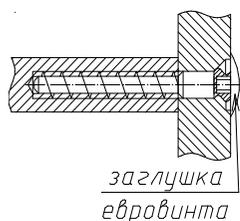
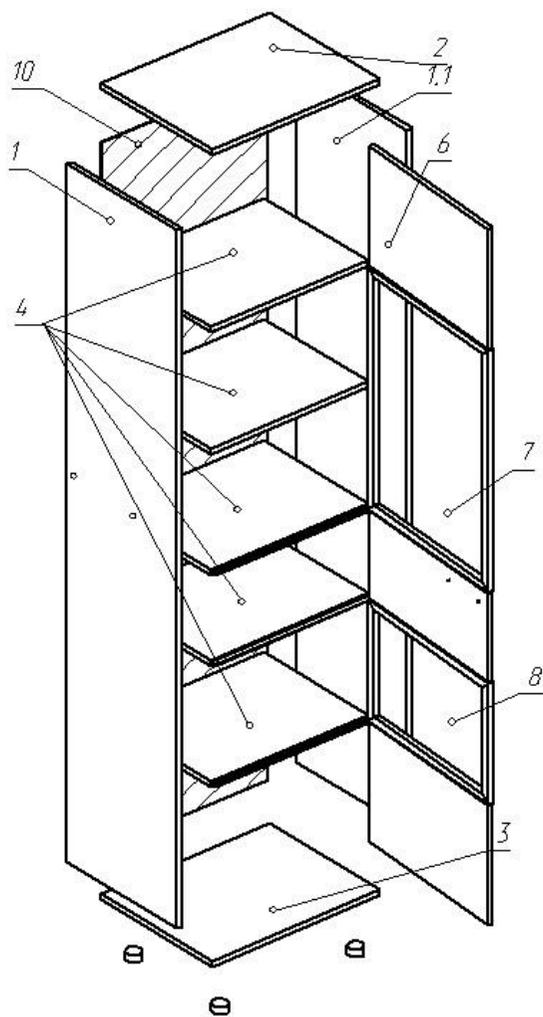

Рис.1
Рис. 4
1. Собрать каркас шкафа по схеме сборки (рис.4) с помощью евровинтов (рис.1)